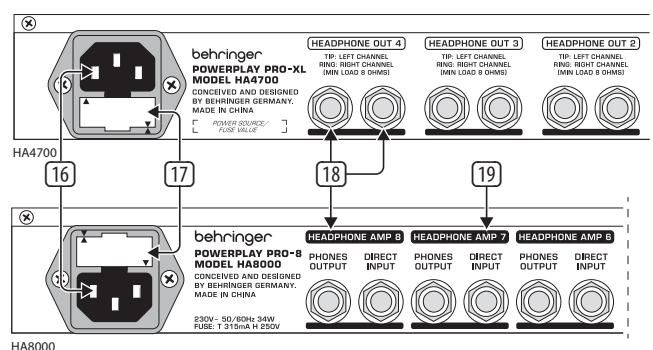

Fig. 2.3. Collegamento in rete, portafusibile e uscite cuffie
- 1 La connessione DIRECT IN serve per l'inserimento di fonti stereo di segnale addizionali. Nell'HA4700 il segnale alimentato tramite DIRECT IN è equivalente al segnale MAIN. L'HA8000 presenta una presa separata DIRECT INPUT (19) per ogni canale (vedi fig. 2.3). In questo modello all'occupazione di questo ingresso il segnale MAIN alimentato viene interrotto automaticamente.